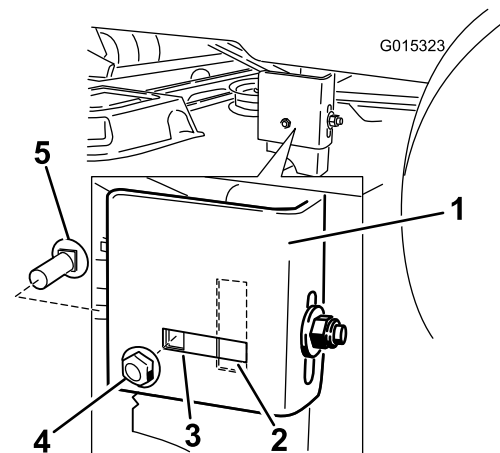

Figura 48
7. Vaya al lado izquierdo de la máquina. Retire el perno de cuello cuadrado lateral y la tuerca de bloqueo de la posición fija, e instálelos en la posición ranurada trasera; no los apriete del todo (Figura 48).